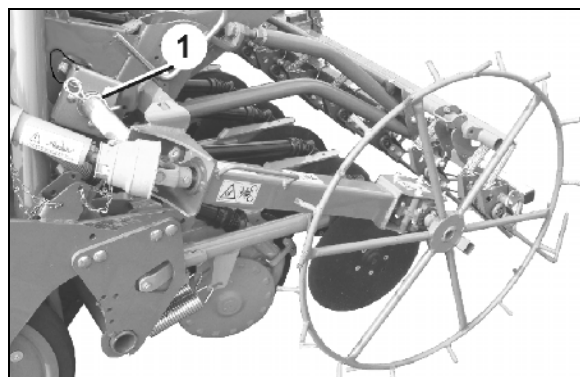

Рис. 91
1. Вытяните пружинный зажим (Рис. 91/1).